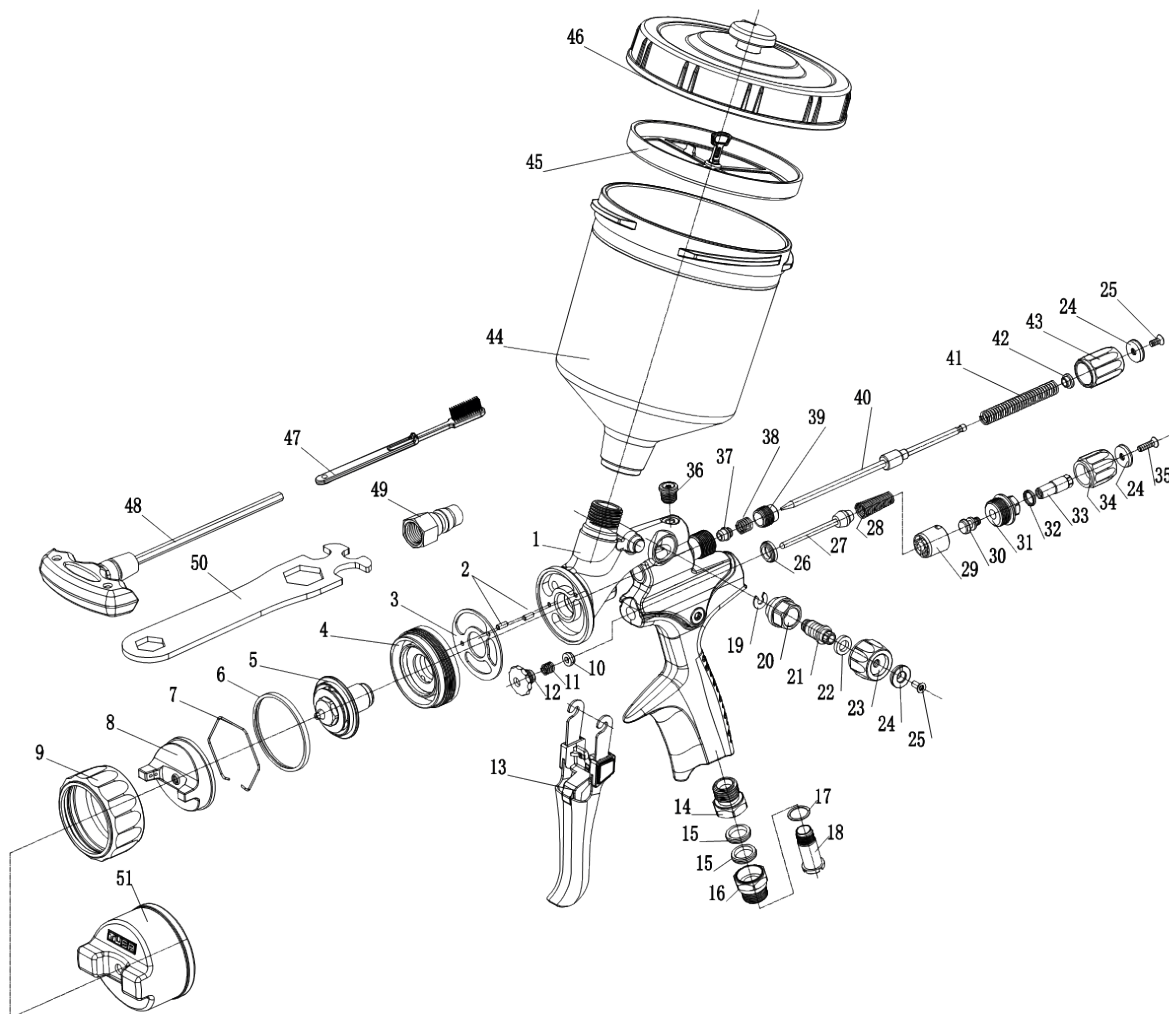
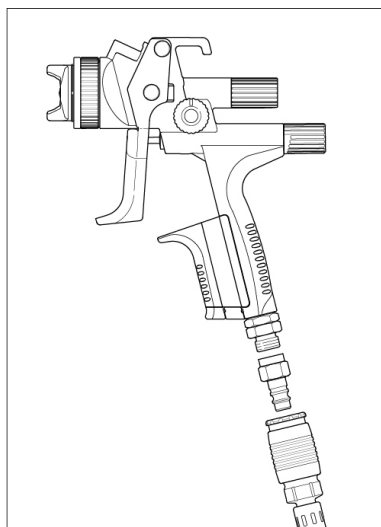

рис. 1
рис. 3
Детализировка окрасочного пистолета (рис. 1)
1. Убедитесь в том, что резьбовые соединения закручены с достаточным усилием. Дюзу (поз. 5, рис. 1) закрутите накидным ключом с достаточным усилием.
4. Установите сеточный фильтр в бачок (поз. 43, рис. 1).
5. Наполните бачок (макс. уровень 20 мм до верхнего края), закройте крышкой и установите вентиляционный клапан (поз. 44, рис. 1).
6. Накрутите ниппель быстроразъемного соединения (поз. 47, рис. 1) на входной воздушный фитинг (рис. 3).
7. Подсоедините шланг для сжатого воздуха (рис. 3).
- Нажмите на пусковую скобу до упора и настройте входное давление пистолета (см. спецификацию пистолета) с использованием регулятора (поз. 32, рис. 1) и цифрового / механического манометра, затем отпустите пусковую скобу. Рекомендуемое рабочее давление составляет 2 бар.
Установите форму факела - плоскую (заводская настройка) или круглую форму факела, вращая маховичок регулятора (поз. 21, рис. 1).
1. Для нанесения материала нажмите на пусковую скобу (поз. 11, рис. 1) до упора.